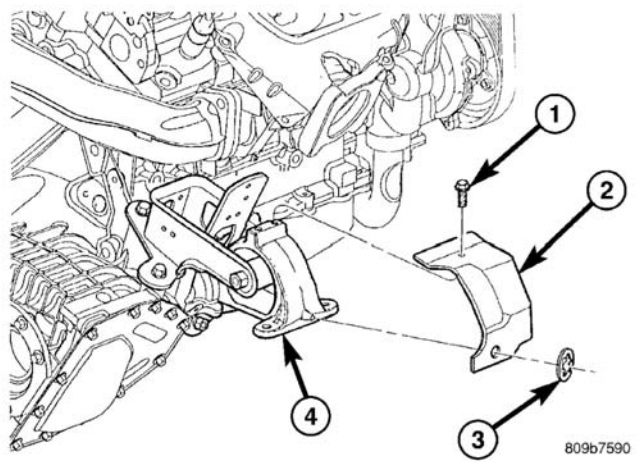

图 11 后安装座隔热罩
- (9) 使用软管夹断钳（C-4390），夹断界于横梁联结件与油泵之间的动力转向系统回油软管。
- (10) 松开托架横梁联结件上的软管夹。
- (11) 将回油软管与金属内管分开。
- (12) 在保持卸压阀螺母固定在动力转向泵背部的同时，拆下将高压软管固定到油泵背部的扩口螺母。
- (13) 将高压软管从油泵上拆下。
- (14) 让动力转向系统油液排入盘内。
- (15) 将联结防抱死制动传感器引线至托架横梁的螺栓拆下。
- (16) 将防抱死制动传感器引线移开。
- (17) 从稳定器杆的端部断开稳定器杆连杆。
- (18) 从下转向节断开下球节（参见 2—悬架系统/前/下球节—拆卸）。
- (19) 卸下后发动机安装支架隔热罩（图 11）。
- （7）安装后安装座隔热罩（图 11）。